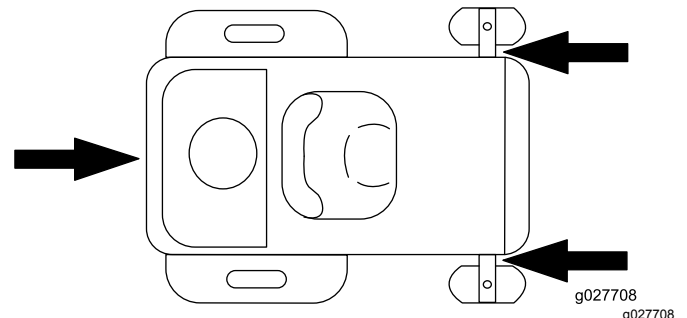

Bild 26
5. Vergurten Sie die Maschine in der Nähe der vorderen Laufräder und der hinteren Stoßstange (Bild 26).